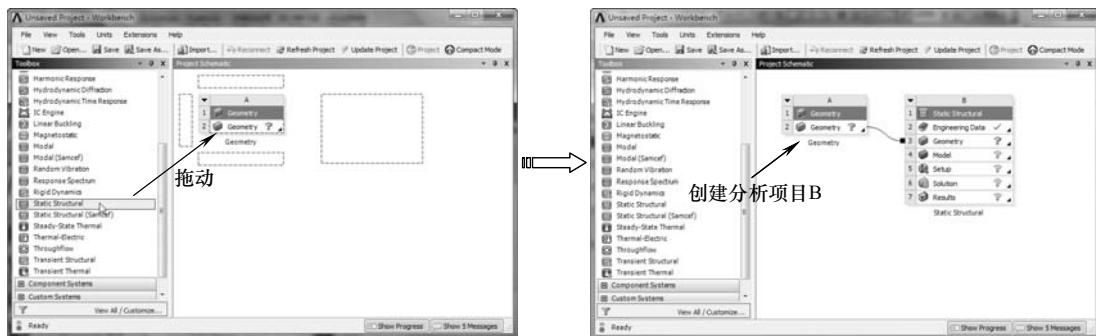

图 5-61 创建分析项目 B
4) 在【Toolbox (工具箱)】中【Analysis Systems】下的【Static Structure】选项上按住鼠标并拖动到【Project Schematic (项目管理区)】分析项目 A 中的 A2 上, 当 A2 呈红色高亮显示时, 释放鼠标创建分析项目 B, 如图 5-61 所示。